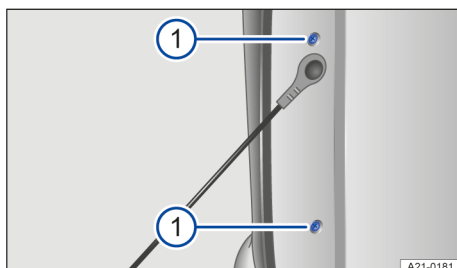

Fig. 159 En el lateral de la superficie de carga: desmontaje del grupo óptico trasero.
4. Desenrosque los dos tornillos con el destornillador → **fig. 159 ①**.
- Apriete los dos tornillos con el destornillador → fig. 159 ①.